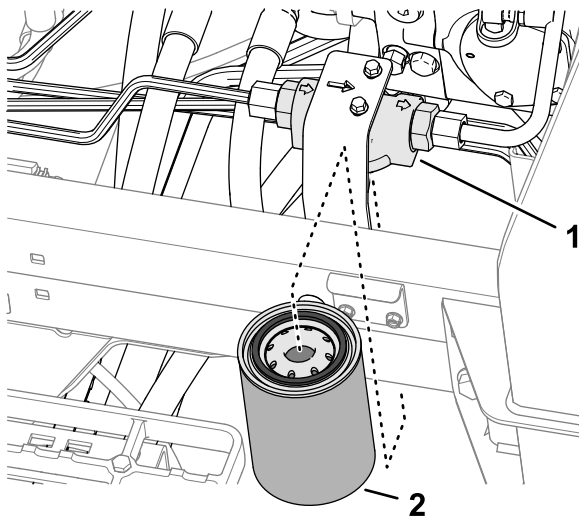

Figura 114
3. No lado esquerdo da máquina, alinhe um recipiente de drenagem debaixo do filtro de carga (Figura 114).